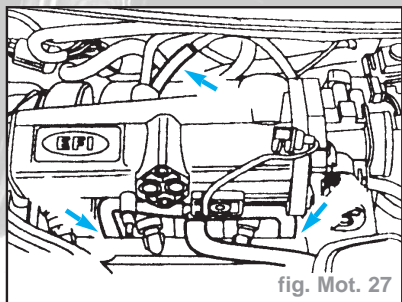

fig. Mot. 27
- Déposer le résonateur d'admission (fig. Mot. 27).